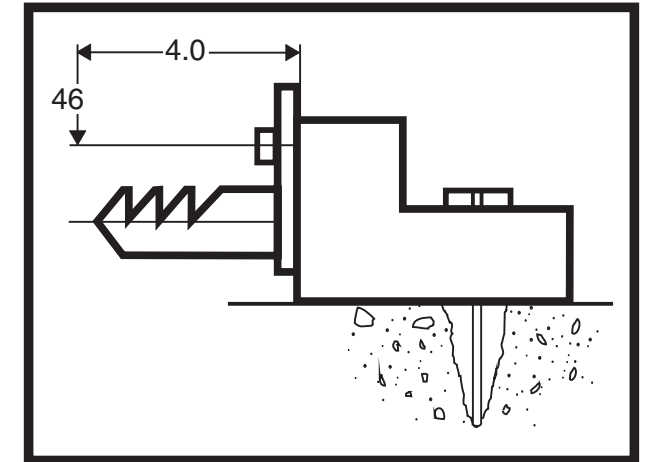

FIG. 5
c) Ubique los soportes dentados a 28 cm. y 60 cm. a cada extremo de la prolongación vertical del centro de llenado-rebalse, fijar el perfil de madera al piso con sus respectivos tornillos (fig.5)